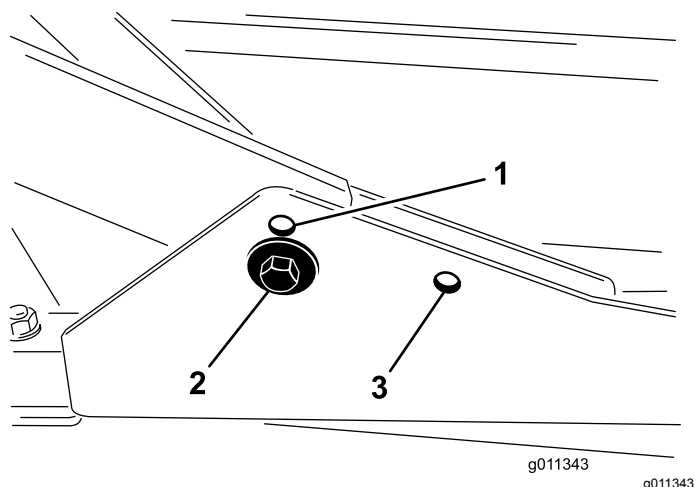

Рисунок 7
- Для высоты скашивания в диапазоне от 2,0 до 7,6 см передние несущие рамы следует закрепить в нижних передних монтажных отверстиях (Рисунок 7).
- Для высоты скашивания в диапазоне от 6,3 до 10 см передние несущие рамы следует закрепить в верхних передних монтажных отверстиях (Рисунок 7).
Закрепите задний режущий блок в задних монтажных отверстиях для любой высоты скашивания (Рисунок 7).